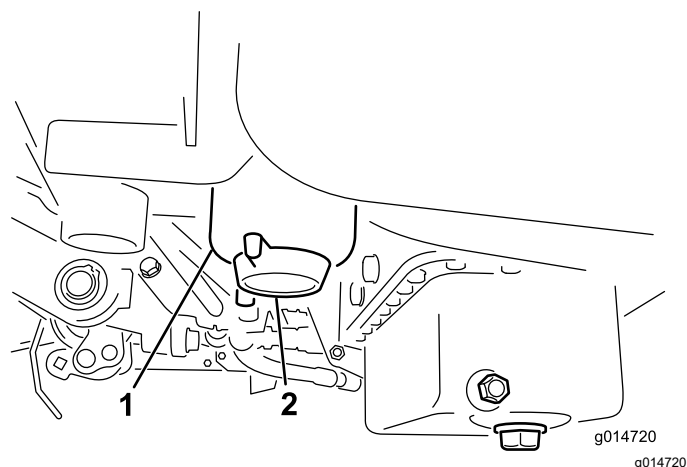

Figura 35
2. Pulite la superficie circostante la scatola del filtro (Figura 35).
4. Aprite il tappo di spurgo del filtro (Figura 35).